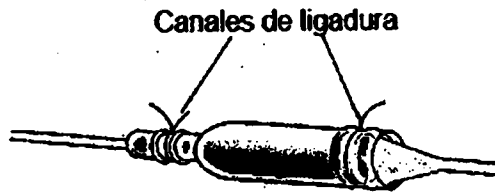

Figura 18. Ligadura del electrodo y el capuchón.
7. Coloque ligaduras irreabsorbibles alrededor de los extremos de la funda del conector en los canales de ligadura (Figura 18).